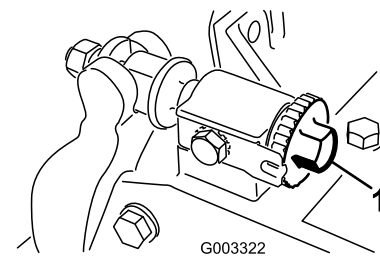

Figura 30
1. Allentate il contatto cilindro/controlama ruotando le manopole di regolazione della controlama (Figura 30) in senso antiorario finché non vi sarà più nessun contatto.